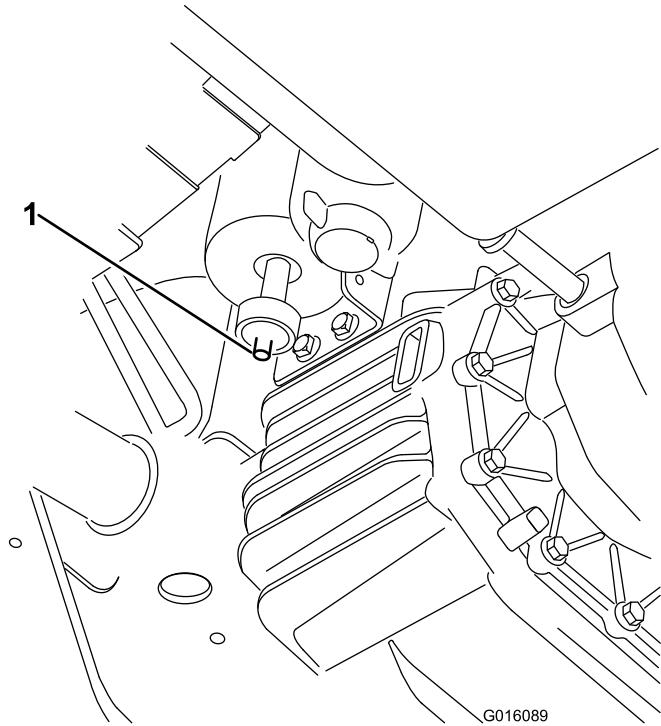

Рисунок 45
- Установите воздушный фильтр на поверхность дном угольного элемента вниз (Рисунок 45).